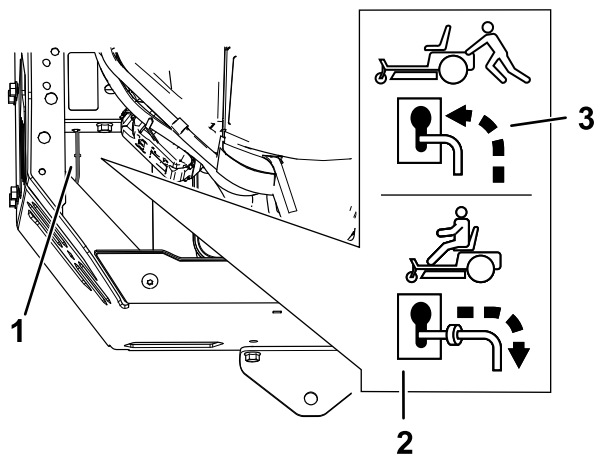

Figura 27
4. Mueva las palancas de desvío hacia delante a través del orificio ranurado y hacia abajo para bloquearlas en esa posición (Figura 27).
Mueva las palancas de desvío hacia atrás a través del orificio y hacia abajo para bloquearlas en esa posición, según se muestra en Figura 27.